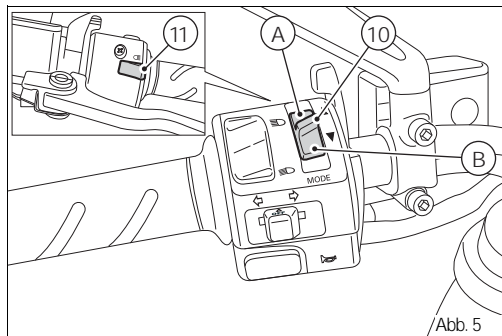

Abb. 5
11) LICHTHUPENTASTE FLASH (Abb. 5)